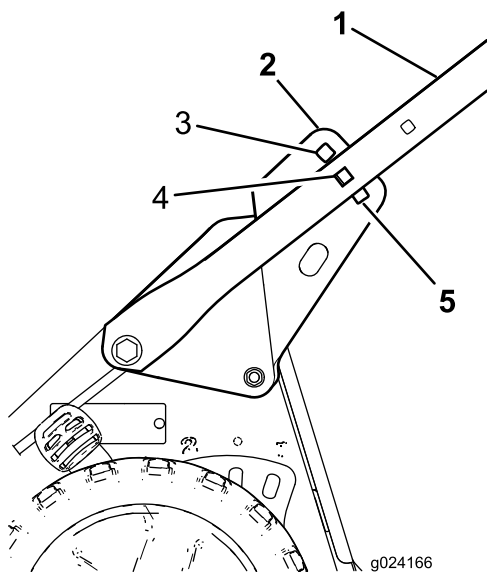

Figura 4
4. Coloque-se por detrás da máquina, na posição de operação, para determinar a altura mais confortável da pega (Figura 4).